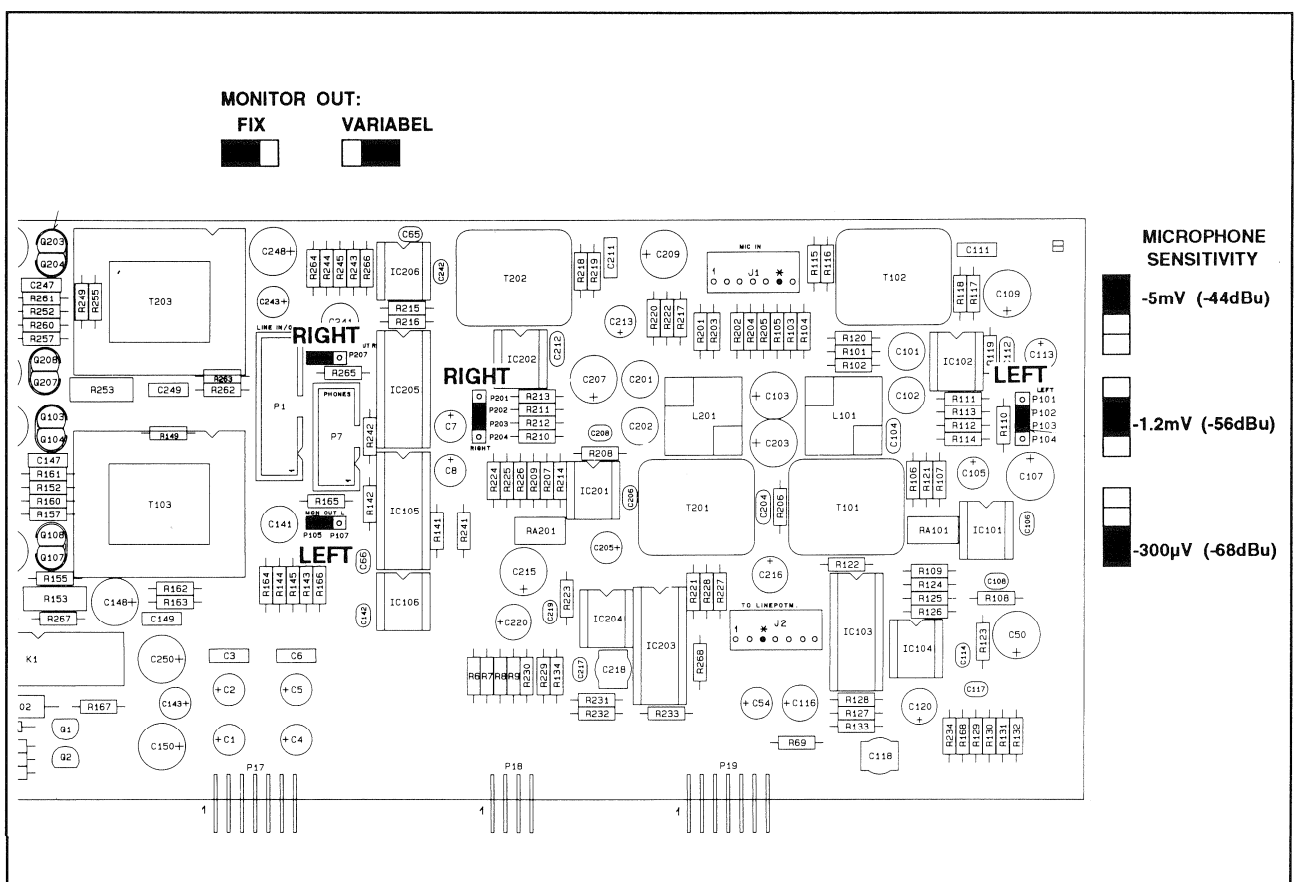

Fig.1.4 Jumbereinstellungen des Analog Boards 1.865.130 bzw. 1.865.125.
Zur optimalen Anpassung an die verwendeten Mikrophone kann dieser Eingang auf drei verschiedene Empfindlichkeiten eingestellt werden. Auf dem Analog Board 1.865.125 oder 1.865.130 sind folgende Jumper-Einstellungen möglich: (siehe Fig. 1.4)
**Monitorausgang:** Auf dem Analog Board kann der Monitorausgang mit Jumper von fixem auf regelbaren Pegel (Kopfhörer-Regler) umgeschaltet werden. (siehe Fig. 1.4)